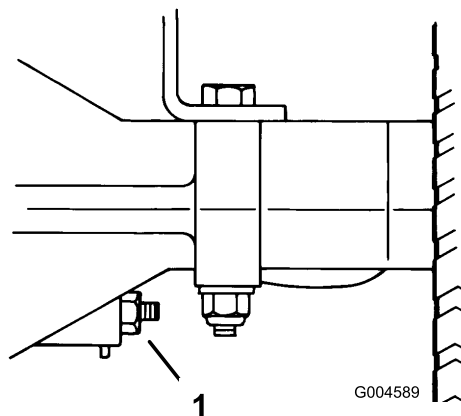

Figure 33
2. Pour augmenter la résistance de freinage, serrez l'écrou de réglage du frein (Figure 33) de 1/8 de tour vers la droite.